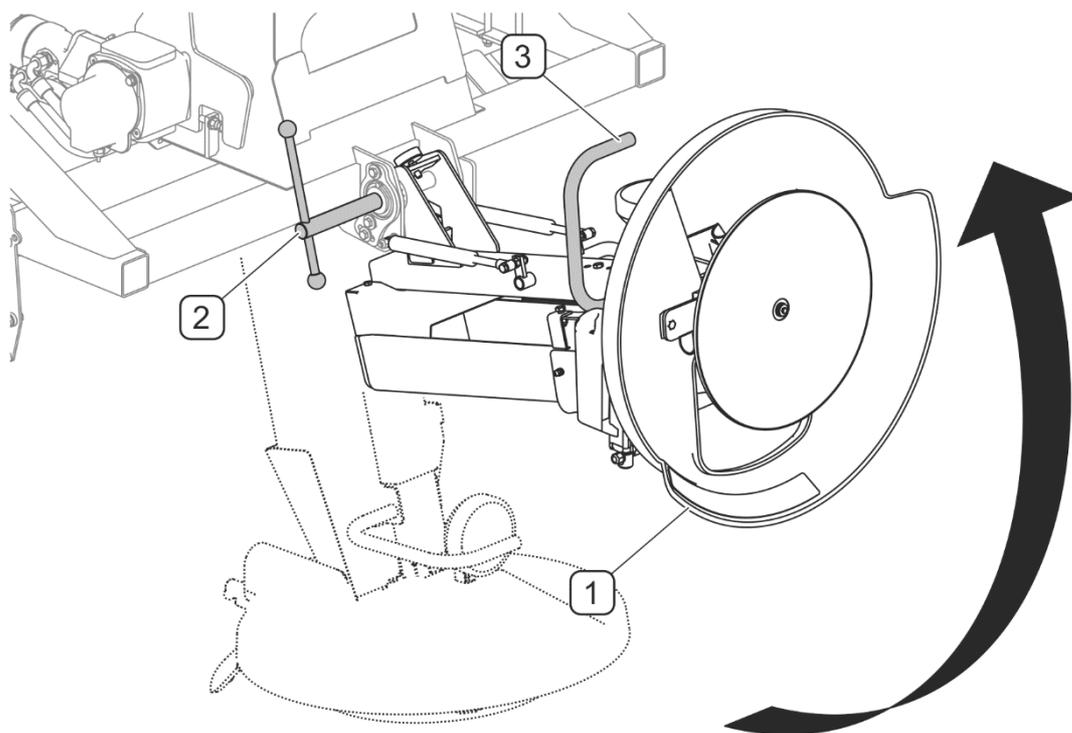

ABBILDUNG 4.31 Anheben des Streumechanismus
- Das Streusystem anheben und in oberster Position blockieren (ABBILDUNG 4.31),
Zum Anheben des Streumechanismus zum Entladen (ABBILDUNG 4.31) muss wie folgt vorgegangen werden: